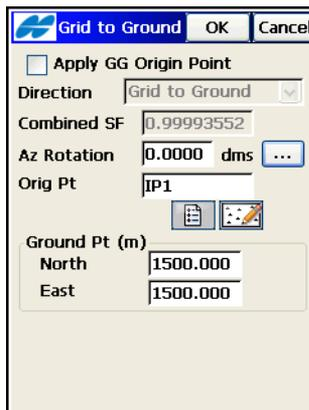

Abbildung 8-6. Anwenden der Parameter zur Streckenreduktion
5. Bei Wahl der Option „Ursprungspkt“ können Sie schneller auf das Gitter-zu-Ebene-System im definierten System zugreifen, wenn Sie im Hilfemenü oben links den Befehl *Streckenred.* (Gitter zu Ebene) wählen. Aktivieren Sie das Kontrollkästchen *Setze GG-Ursprungspkt* im Fenster *Param. Strred.*, um den im Ursprung des Projekts berechneten Wert für den *Maßstabsfaktor* zu verwenden (Abbildung 8-6).